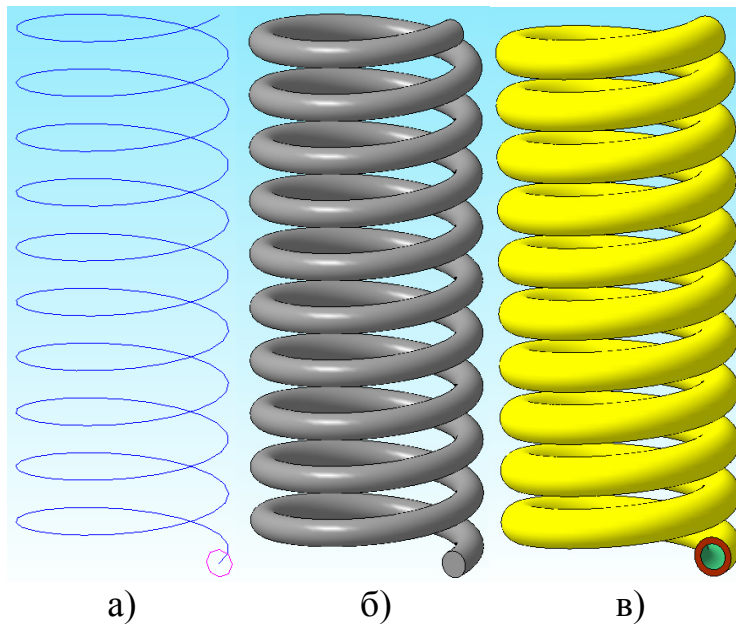

Рис. 1.4.1 Модель пружини і спіральної трубки
2. На перпендикулярній площині, на яку спирається початок спіралі, створити ескіз з утворюючим профілем майбутньої пружини (замкнутий контур довільної форми) (рис. 1.4.1, а).
Результат операцій наведено на рис. 1.4.1, б. Недоліком такої моделі є відсутність можливості фізичного повороту пружини відносної своєї осі: поворот спіралі в її основі призведе до розриву зв'язку, необхідного для реалізації кінематичної операції.
1. Побудувати модель пружини, наведеної на рис. 1.4.1, б. Перетворити пружину в трубку спіральної форми (рис 1.4.1, в).